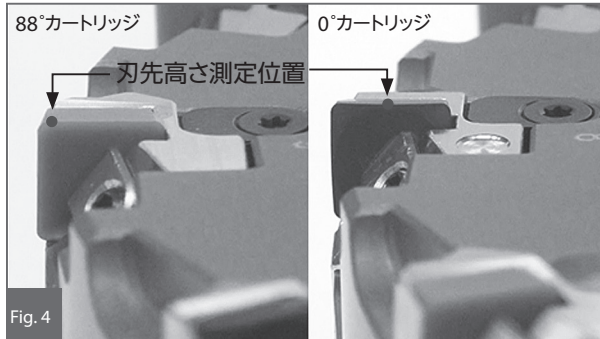

Fig. 4
- ① 刃先高さ測定位置について [Fig. 4][Fig. 5]
- ② カッタ背面側の調整ねじについて